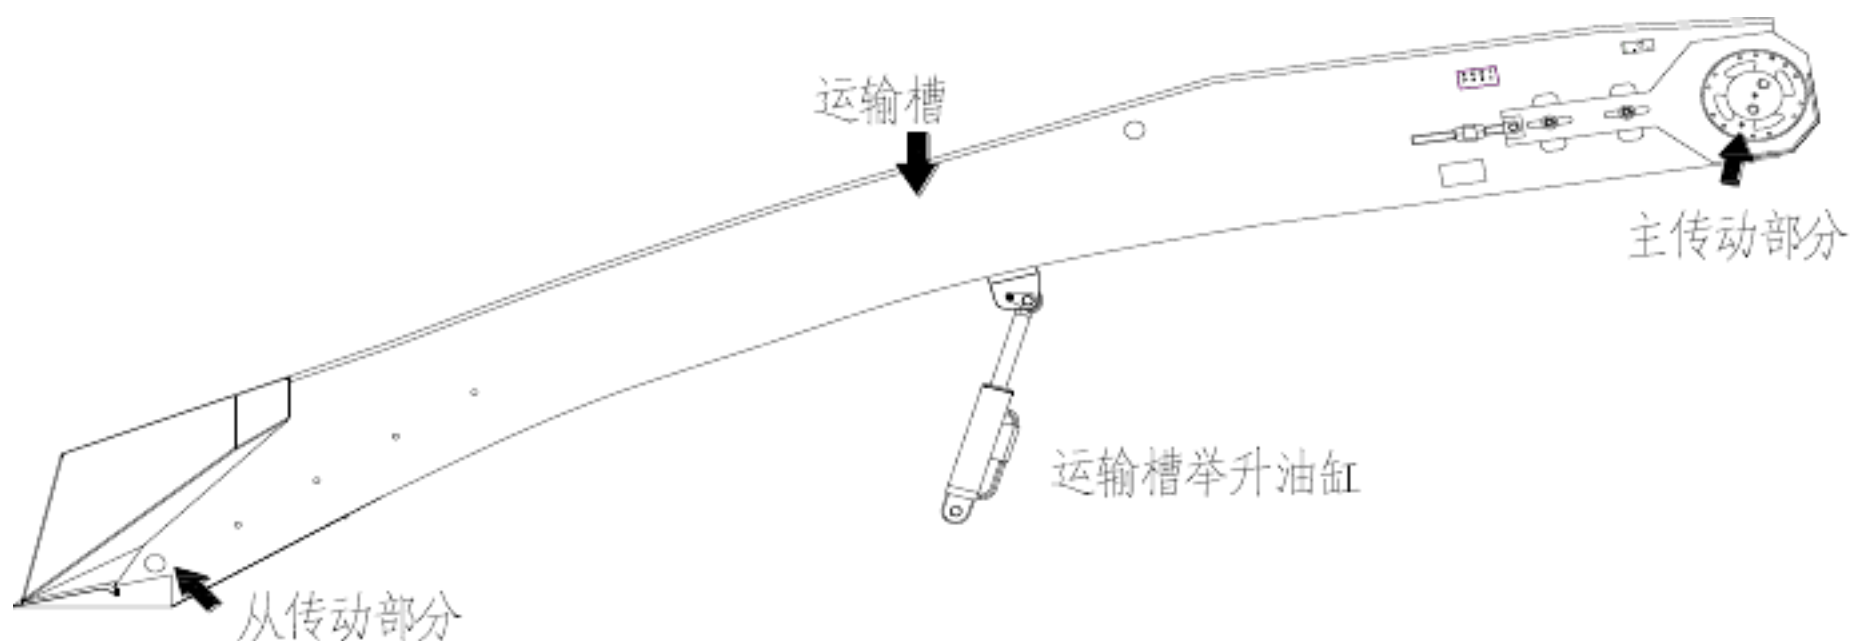
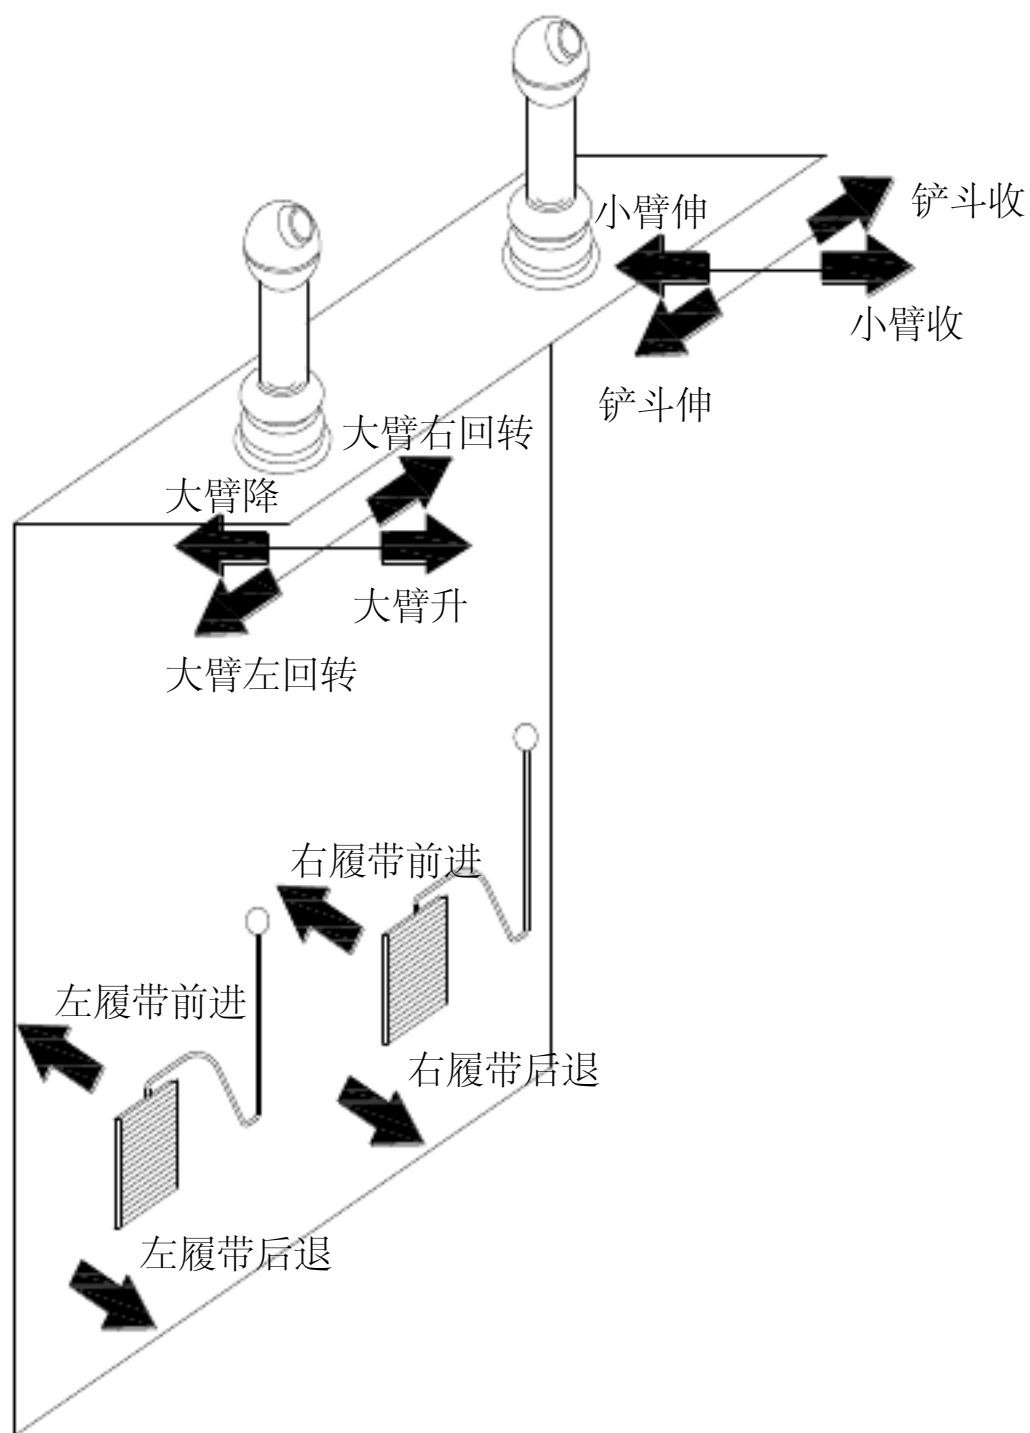

图 1-2 运输槽机构示意图
图 2-2 操作示意图
(3) 待 10 秒启动完成后才能带压力使用。停机 4 小时以上要让泵空运转 5~10 分钟，才能带压力工作。
(4) 将运输槽铲板降至地面。具体操作见图 2-2 操作示意图，运输槽见图 1-2 运输槽机构示意图。
(5) 操纵机器向前推进，把石料聚拢，同时把地面推平。
(6) 确认转载车辆进入本机的卸载部位后把手柄扳至输送正转，如果感到送料的速度跟不上，可把加速合流手柄扳到位。
(7) 操纵先导阀依次让大臂抬起、小臂伸出、把铲斗放至与小臂约成一线的位置，然后将大臂放下、小臂收回（同时使大臂上下微动），即可将石料扒进运输槽。转动回转臂可在较大的范围内扒取，根据石料的远近不同适当收放铲斗将有利于扒取。在扒取过程中一般不应将各臂运动到极限位置，以避